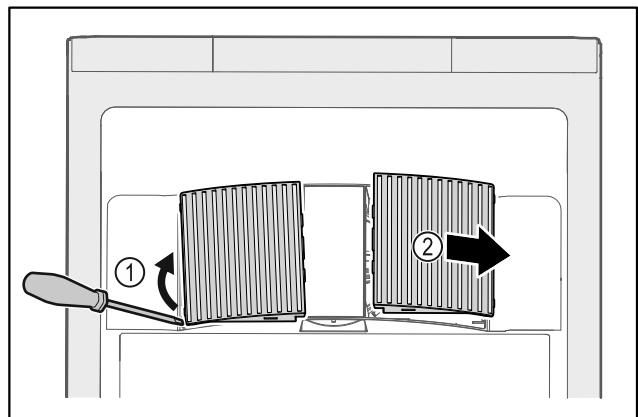

Fig. 171
- ▶ Óvatosan feszegesse le a ventilátor burkolatait oldalról Fig. 171 (1), és emelje le őket előre felé Fig. 171 (2).